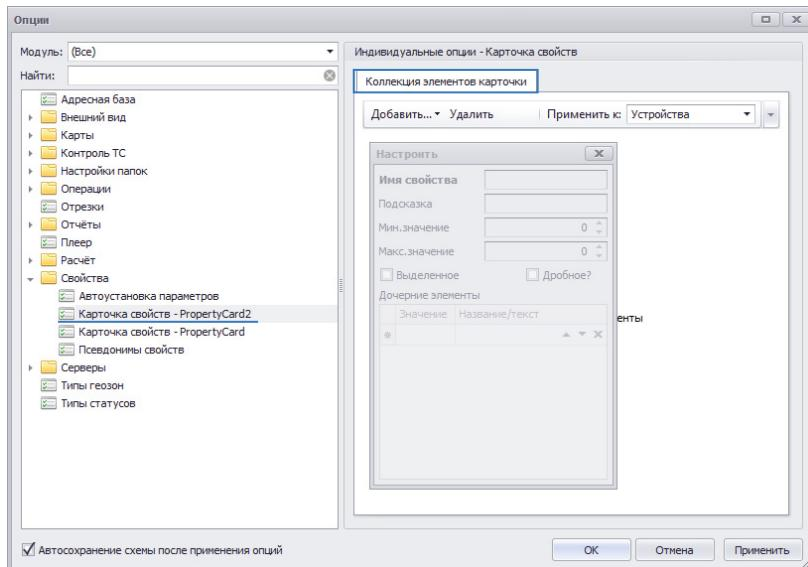
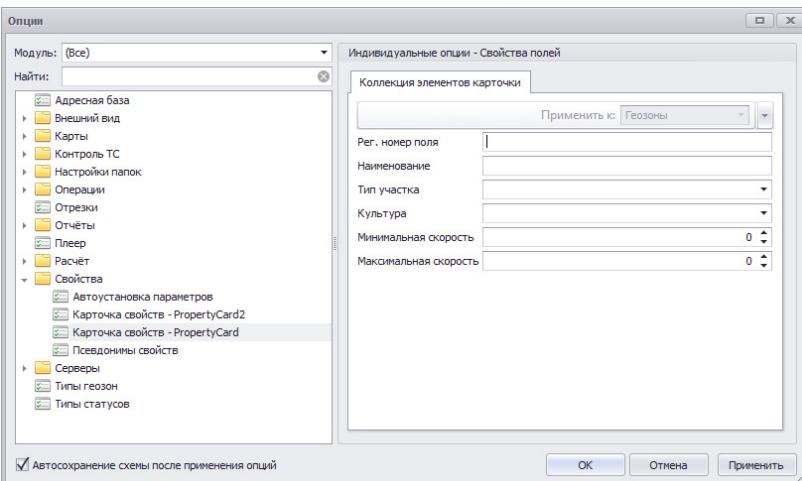

Рис.11. Настройка Карточки свойств.
Рис.12. Пример Карточки свойств.
Карточка свойств является полностью настраиваемой. Изначально в программе данный модуль не настроен, поэтому перед началом работы в модуле необходимо при помощи конструктора настроить содержимое Карточки свойств. Для этого необходимо перейти в меню «Опции», выбрав Главное меню – Меню «Настройка» – Опции, затем выбрать «Свойство – Карточка свойств». В зависимости от количества карточек, установленных в схеме, в меню «Опции» могут быть доступны настройки нескольких карточек. Выберите нужную (**Рис.11**). Далее на вкладке «Коллекция элементов карточки» необходимо настроить вид карточки свойств – добавить нужные элементы в карточку, выбирая их в меню «Добавить» (**Рис.11**). Пример настроенной карточки приведен на **Рис.12**.
Описание параметров, которые могут использоваться для расчета включенного состояния датчика подключения секции, можно посмотреть в Автосправке, встроенной в обработчик данных. Для этого нужно перейти на соседнюю вкладку «Список параметров» (рядом со вкладкой «Дизайнер») и в списке параметров нажать правую кнопку мыши, затем выбрать «Автосправка» (Рис.11).
- добавить в реестр новое свойство «Implement» (Рис.12);
- выбрать тип свойства «Инструмент» (Рис.12);